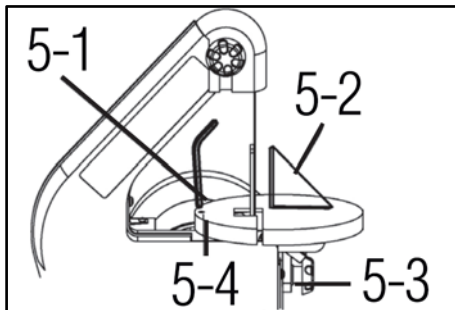

fig. 5
3. Placez un côté du triangle, tel qu'illustré à la figure 5, sur la table et appuyez l'autre côté contre la courroie abrasive. Vérifiez si la table se trouve à un angle de 90° par rapport à la courroie. Réglez la table, au besoin.